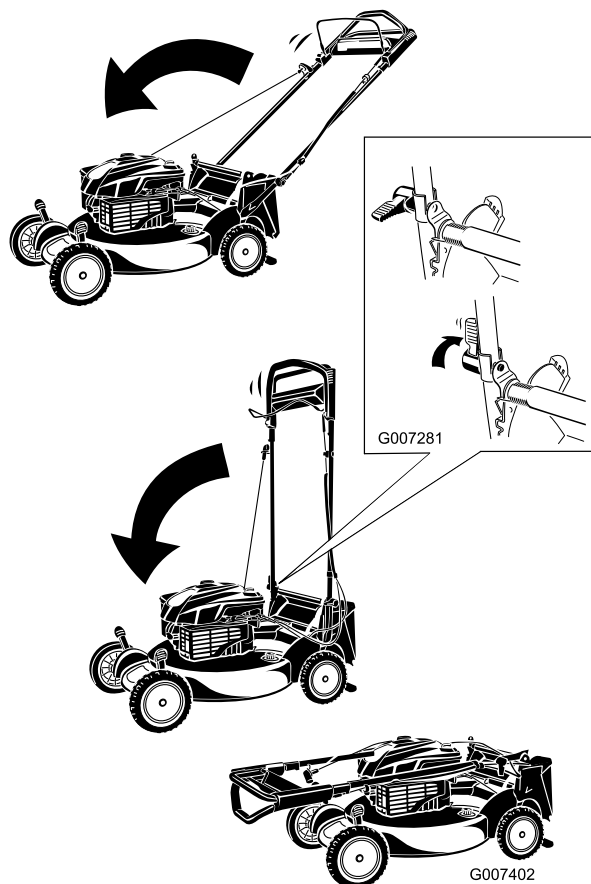

Bild 52
1. Drehen Sie den Griff nach vorne (Bild 52).